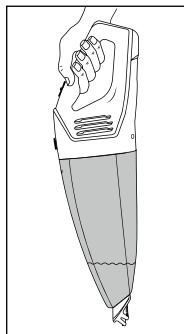

Fig. 2
- ▶ Après avoir aspiré des liquides, portez toujours l'appareil avec l'embout pour aspiration de liquides **1** pointant vers le bas (voir fig. 2):